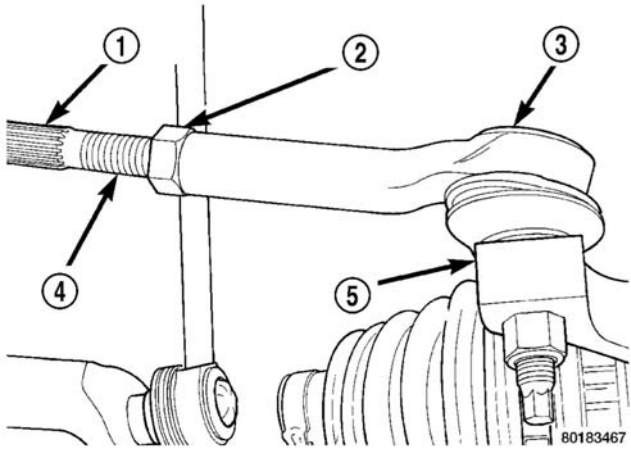

图 14 内至外转向横拉杆的夹紧螺母
（1）松开内转向横拉杆至外转向横拉杆的夹紧螺母（图 14）。
注：在安装外转向横拉杆之前，确保夹紧螺母在内转向横拉杆上（图 14）。
(4) 拧紧转向横拉杆夹紧螺母（图14）至 75 N.m（55 ft.lbs.）扭矩。